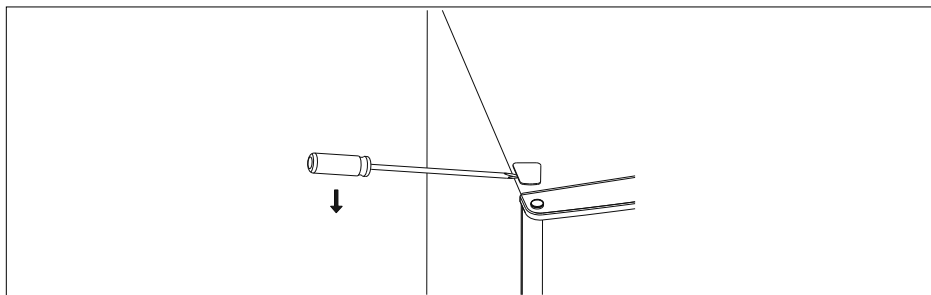

Fig. 4
- ▶ Retirez les caches des trous de fixation du côté gauche, par exemple à l'aide d'un tournevis plat (voir **fig. 4**).